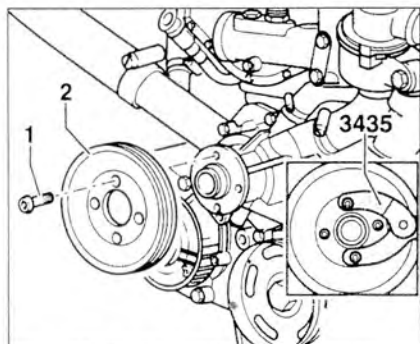

Рис. 2.58. Заблокируйте шкив 2 с помощью держателя 3435 и ослабьте муфту вентилятора.
2. Заблокируйте шкив 2 с помощью держателя 3435 и ослабьте муфту вентилятора и открутите болты 1 (рис. 2.58).
9. Установите шкив 2 на вал насоса и закрутите болты 1 (рис. 2.58).